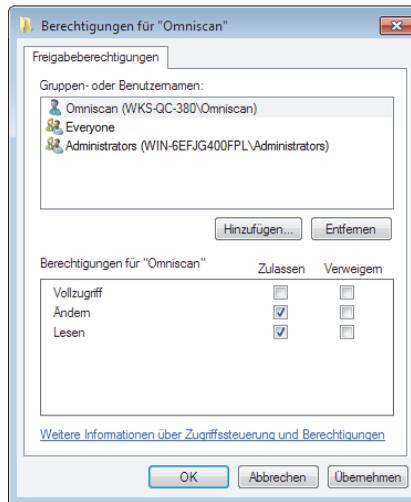

Abbildung 7-33 Dialogfeld Berechtigungen für Omniscan (Windows 7)
14. Wählen Sie im Dialogfeld **Berechtigungen für Omniscan** in der Spalte **Zulassen** die Kästchen **Ändern** und **Lesen** aus und klicken Sie dann auf **OK** (siehe Abbildung 7-33 auf Seite 246).